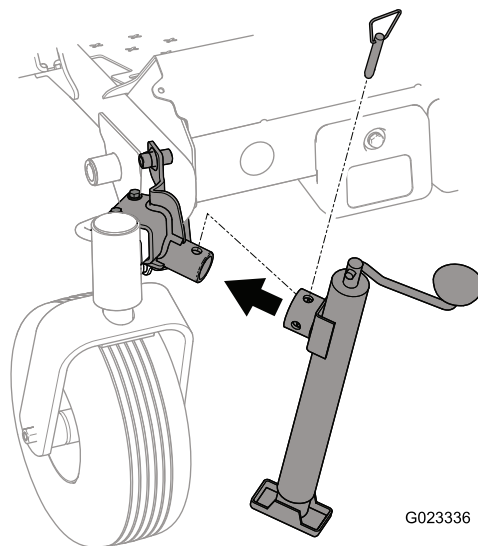

図 2
2. ジャッキマウントのチューブにジャッキチューブを差し込み、取り付け穴をそろえ、ジャッキピンで固定する（図 2）。